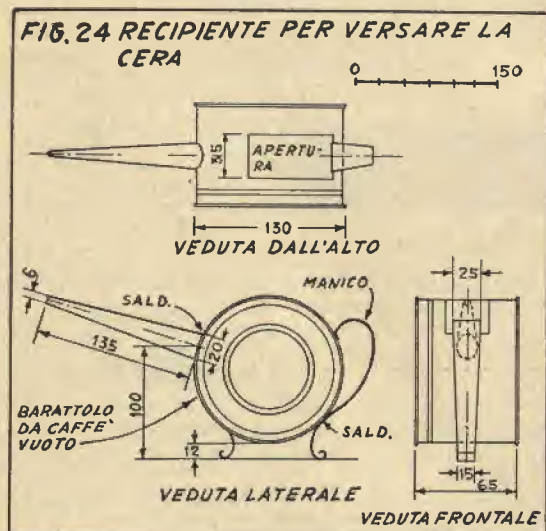

Fig. 26 - Per ritirare le candele dalle forme, occorre tagliare i nodi fatti alla estremità degli stoppini
Passo 5 - Prima che la cera del vassoio indurisca troppo, staccarla dai lati con una lama sottile, in modo da renderne più facile l'asportazione a processo ultimato. Tagliare quindi tutti gli stoppini alla estremità superiore, in modo da farne rimanere libero un pezzo quanto più possibile lungo. Tagliare anche tutti i nodi a questa estremità (vedi fig. 26).